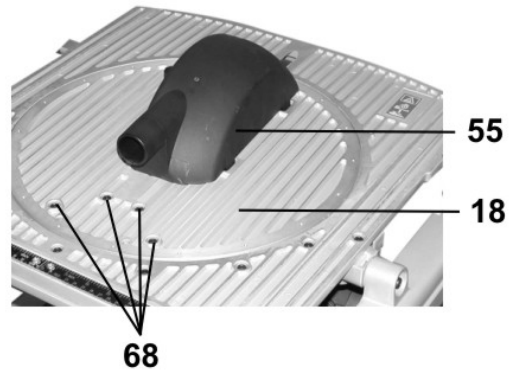

Рис.13
- ослабьте четыре винта 68 (Рис. 13) со стороны кожуха пылесборника 55;
- аккуратно поочередно затягивайте винты 68 (Рис. 13), не сбив полученной регулировки.